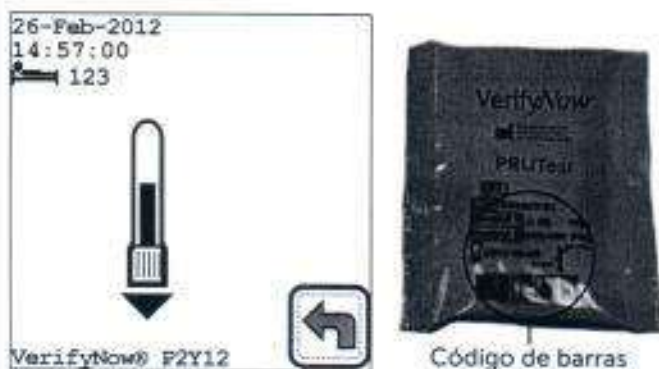

Figura 4-10 Escanear código de barras
- Si el dispositivo de prueba es el primero de un nuevo lote, el instrumento mostrará una pantalla de código de barras cuando el dispositivo de prueba se inserte en el puerto y se lea el código de marca del dispositivo. (Figura 4-10). (Coloque el código de barras de la bolsa del dispositivo de prueba frente al lector de código de barras ubicado en el lado izquierdo del instrumento, de manera que el código de barras en el extremo inferior de la bolsa se alinee con la ventana del lector. Mueva la bolsa acercándola a la luz roja de lectura código de barras y alejándola de ella. Se escuchará un pitido audible cuando el instrumento lea la información. Pulse la tecla Reintentar (Retry) si no puede escanear el código de barras la primera vez.